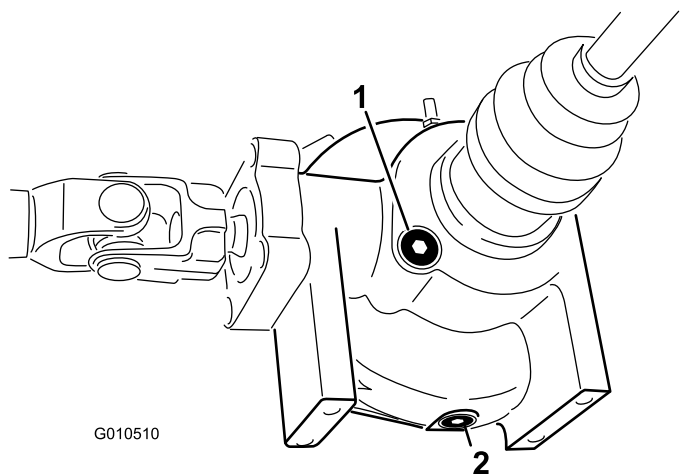

Figura 22
2. Pulite la zona attorno al tappo di controllo e riempimento sul lato del differenziale (Figura 22).